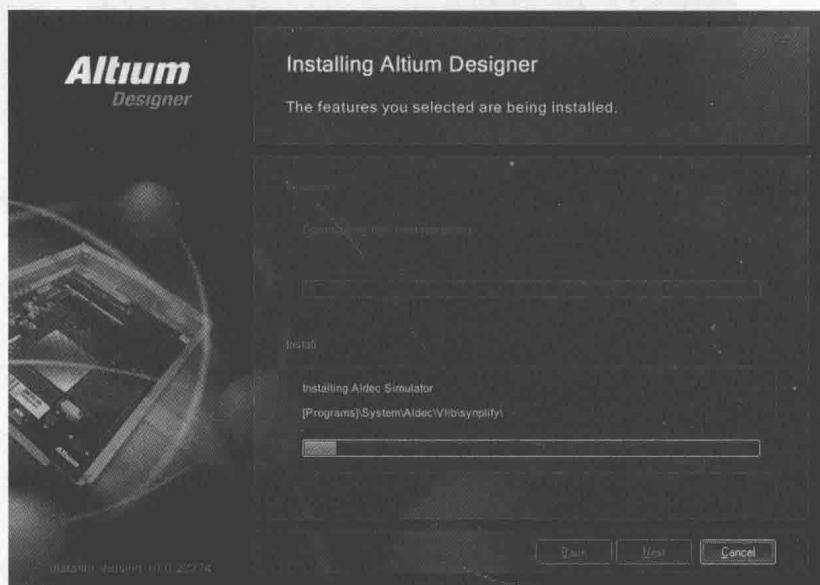

图 1-8 安装进度显示界面
6) 单击 Next 按钮, 开始进行正式安装。界面下方会显示一个安装进度条, 如图 1-8 所示; 耐心等待一段时间即可安装完成, 并显示安装完成界面, 如图 1-9 所示, 单击 Finish 按钮退出安装程序。